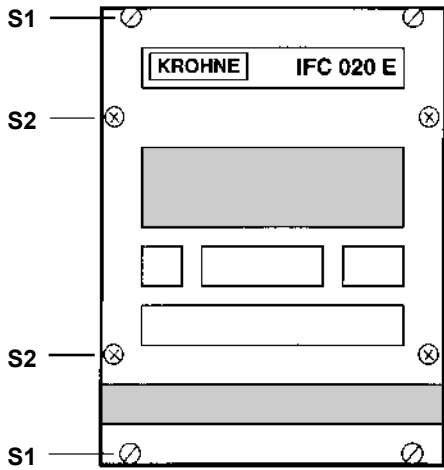

Fig. 1
- b) Dévisser les 4 vis (S1) sur la face avant (cf. Fig. 1 au chap. 8.1).
- (A)** Milliampèremètre, classe de précision 0.1, $R_i < 500 \text{ Ohm}$, plage 4-20 mA
Voir chap. 8.1 pour Fig. 1 et 2 !
- 1) Dévisser les 4 vis (S1) sur la face avant (**Fig. 1**).
Voir chap. 8.1 pour Fig. 1 à 3. !
- 3) Dévisser les 4 vis (S2) sur la face avant (**Fig. 1**).
Voir chap. 8.1 pour Fig. 1 à 3 !